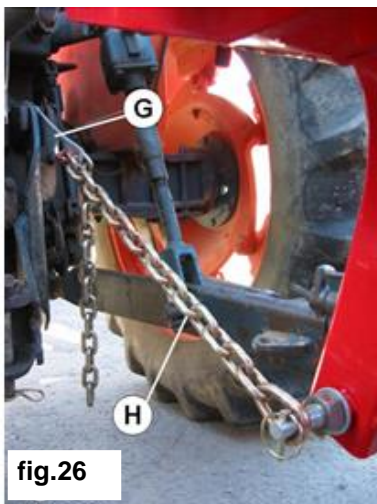

fig.26
- a. utilizzare la catena **H** (**fig.26**) in dotazione alla barra falciante;
- b. fissare la staffa **G** (**fig.26**) e la catena **H** a uno dei fori liberi del terzo punto (supporto centrale) del trattore (**fig.26**).
- a. use the chain **H** (**fig.26**) in equipment to the disc mower;
- b. fix the bracket **G** (**fig.26**) and the chain **H** to one of the free holes of the tractor third point (central support) (**fig.26**).
- d. la catena **H** deve risultare tesa come in **fig.26**.
- d. the chain **H** must results pulled as in **fig.26**.